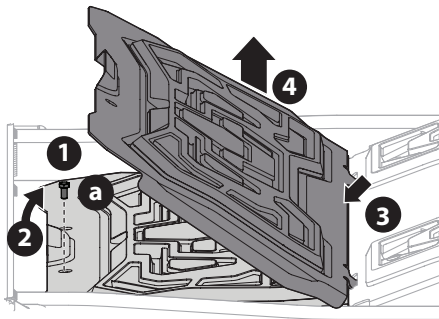

Figura 32
1. Con una herramienta para usos múltiples o una llave de cubo de 1/2 pulgada, extraiga el tornillo de cabeza hexagonal (a) que sujeta el panel de piso en su lugar (Figura 32).
2. Levante con cuidado la parte trasera del panel de piso (Figura 32).
3. Para liberar el frente del panel de piso, deslícelo hacia atrás (Figura 32).
4. Levántelo para separarlo del tractor (Figura 32).